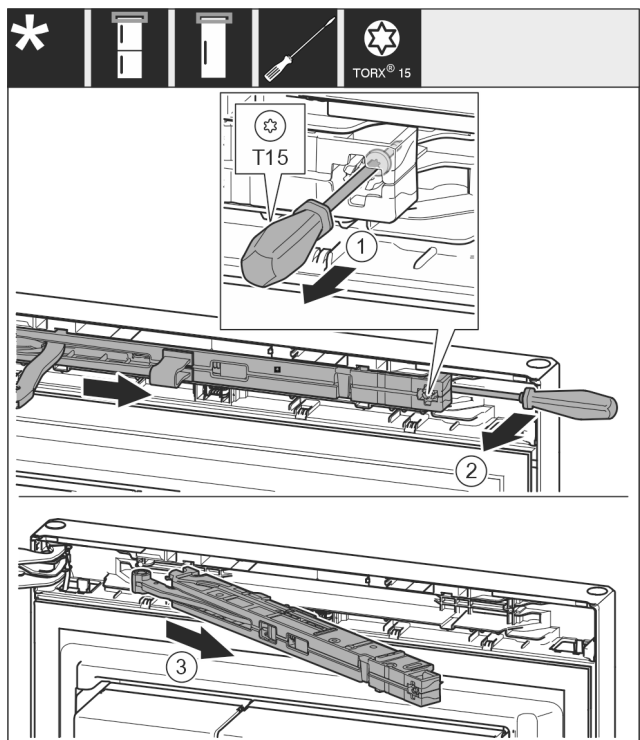

Fig. 11
- Schroef Fig. 11 (1) op sluitdemperunit met een schroevendraaier 14 mm losdraaien.
- Hef de sluitdemperunit Fig. 11 (2) aan de greepzijde naar voren met een schroevendraaier.
- Sluitdemperunit Fig. 11 (3) uittrekken.